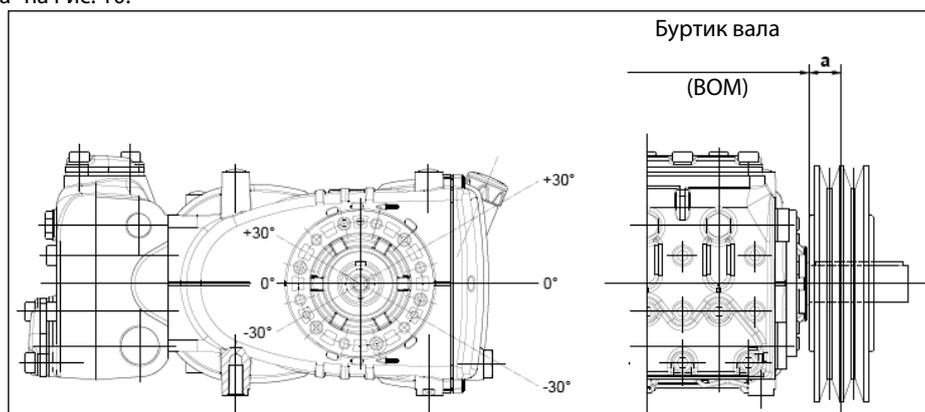

Рис. 10
Передача считается подходящей в том случае, если данная нагрузка прилагается на максимальном расстоянии  $a=50$  мм от буртика вала (ВОМ), как указано на Рис. 10.
- б) Пользуйтесь ремнями с высоким КПД, например, **XPB** вместо **SPB**, поскольку в этом случае потребуется меньшее количество ремней при одинаковой передаваемой мощности, что в свою очередь сократит расстояние между результирующей силой и буртиком вала (BOM) "а" на Рис. 10.
- д) Натягивайте ремень в направлении, указанном на Рис. 10, в случае особых потребностей обратитесь в **технический отдел** или **службу технической поддержки**.